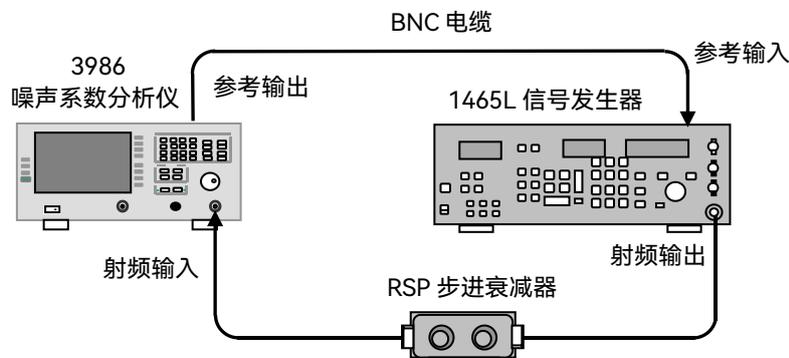

图 8.4 噪声系数测量范围和测量不确定度测试框图
- 步骤 1. 如图 8.4 所示连接测试设备, 开机预热 30min。